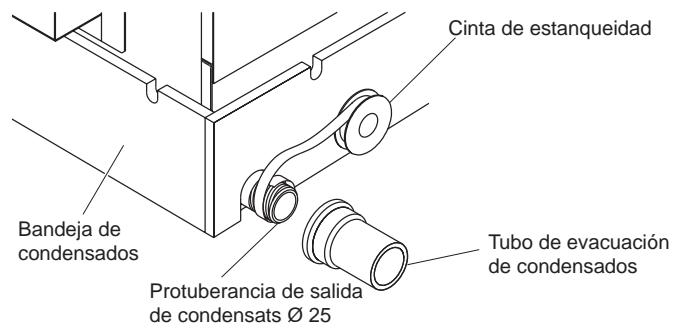

Fig. 3-104a
2. Hay que forrar el manchón de salida de condensados con « Teflon » (u otro) antes de conectar el casquillo específico. (Fig. 3-104a)